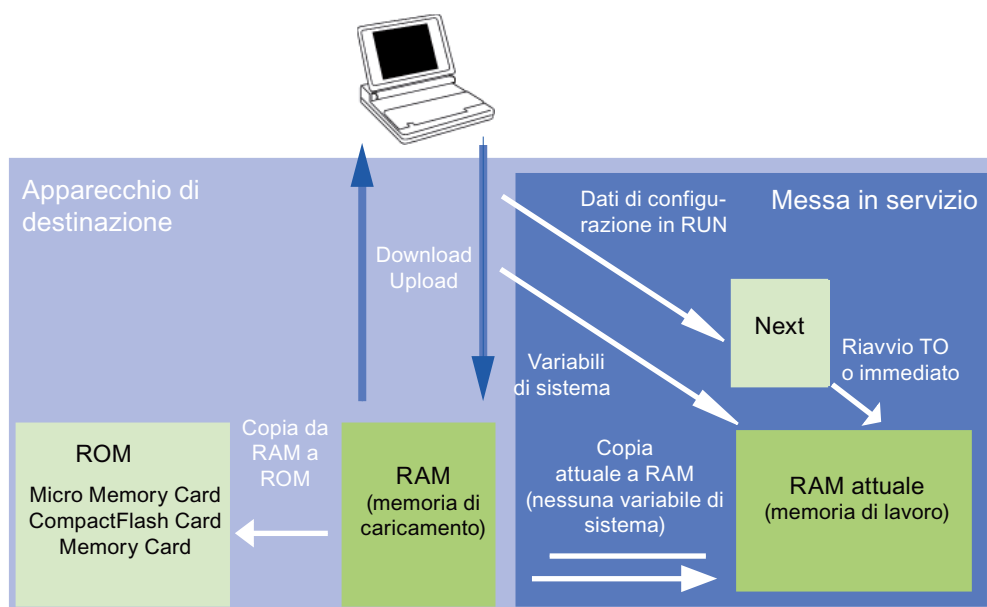

Figura 4-3 Dati di configurazione e variabili di sistema nella memoria non resistente a OFF di rete (Concetto di memoria, linea di principio)
- Figura 4-3 Dati di configurazione e variabili di sistema nella memoria non resistente a OFF di rete (Concetto di memoria, linea di principio) (Pagina 64)